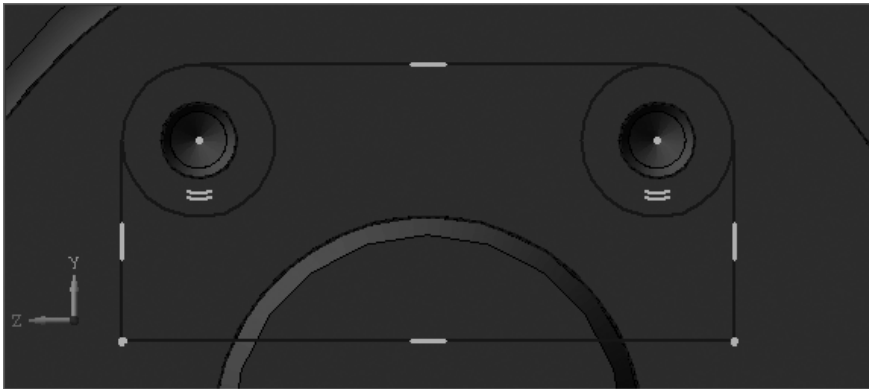

Рис. 6.85. Панель свойств:
- щелкните на **Компактной панели** по кнопке переключателю  – **Редактирование**, а затем в появившейся панели инструментов по кнопке  – **Усечь кривую**. Появится **Панель свойств: Усечь кривую** (рис. 6.85); В строке сообщений появится подсказка: **Укажите участок кривой, который нужно удалить**;